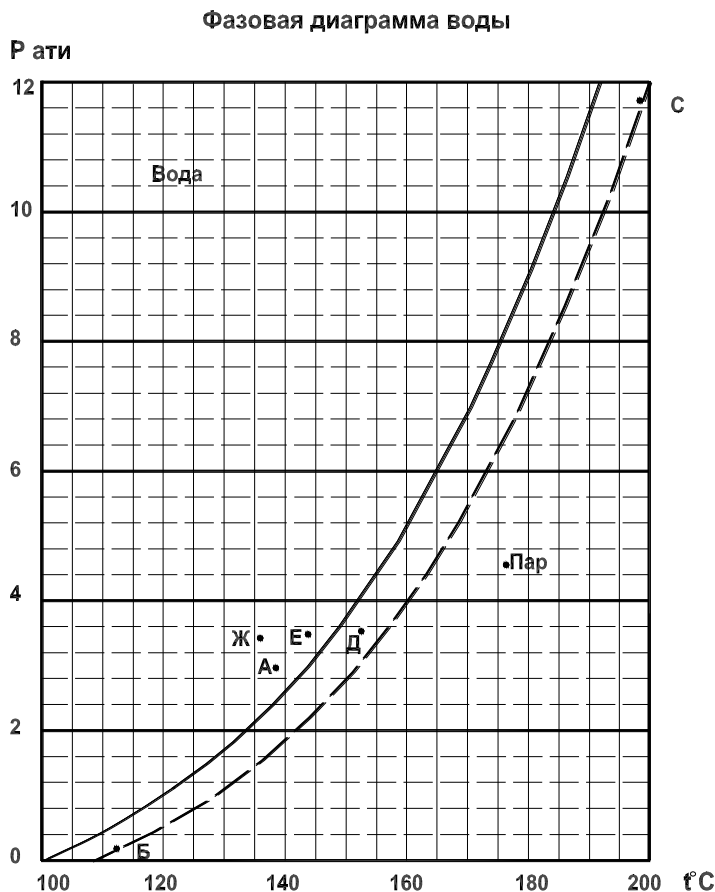

Рисунок 13
8.2.9. Измерить давление манометром М1 и температуру термометром Т1 на входе в К/О, а вентилем В4 проверить, что подается на вход К/О. Давление и температуру нанести на фазовую диаграмму воды (см. Рис. 13). Если нанесенная точка попала в область существования жидкой фазы (точка А), а из вентиля В4 поступает конденсат (что визуально иногда бывает трудно определить из-за появления пара вторичного вскипания при снижении давления), то это означает, что диаметр седла выбран неудачно, т.е. К/О как бы выключен из работы. В этом случае увеличить диаметр седла на 25% и повторить п.п. 8.2.6-8.2.9. до тех пор, пока точка Р, t не будет находиться в области Б-С.